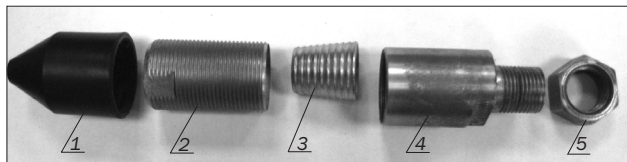
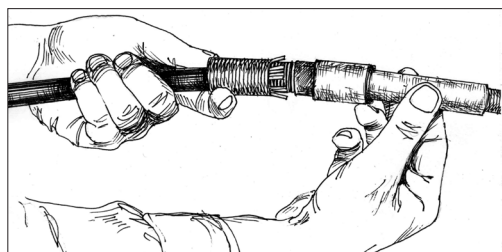

Рисунок 4.3 – Состав ввода кабельного (узел заделки бронепокрова ОК)
Рисунок 4.6 – Установка штуцера на втулку с наружной резьбой
**4.1.3** Снять узел заделки бронепокрова ОК (поз. 3 рис. 1.1) с корпуса ВКУ, отвернув гайку крепления этого узла (поз.5 рис. 1.1) ключом гаечным S=24 мм, и разобрать узел заделки бронепокрова ОК на составные части в соответствии с рис. 4.3.
Обрезать конусную часть наконечника пластмассового (поз. 1 рис. 4.3) по диаметру наружной оболочки монтируемого ОК.
**4.1.5** Надвинуть на ОК наконечник пластмассовый и втулку с наружной резьбой (поз. 2 рис. 4.3) в соответствии с рис. 4.4.
**4.2.1** Надвинуть конус (поз. 3 рис. 4.3) на внутреннюю оболочку ОК до упора в проволоки бронепокрова (рис. 4.5а). Обрезать тросокусками или кусачками проволоки на расстоянии 2/3 длины конуса (рис. 4.5б). Продвинуть конус до упора в проволоки.
**4.2.2** Установить втулку с наружной резьбой поверх проволок бронепокрова, надвинуть на нее штуцер (поз.4 рис. 4.3) в соответствии с рис. 4.6.
- гайка крепления узла заделки бронепокрова ОК (поз. 5 рис. 4.3).